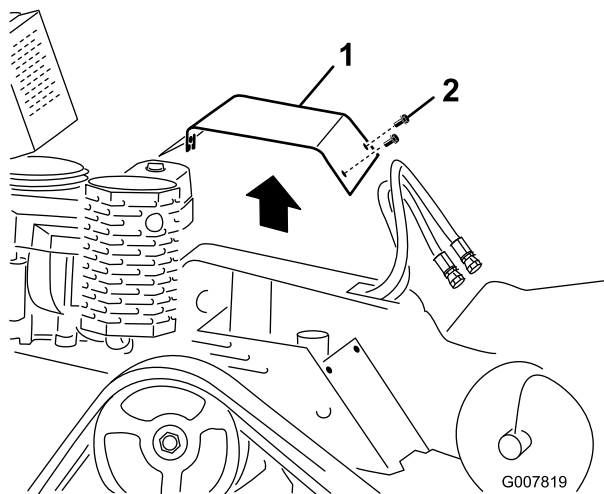

Figura 25
3. Retire los tres pernos que sujetan la cubierta al bastidor (Figura 25).
2. Coloque la cubierta en su sitio y sujétela con los tres pernos que retiró anteriormente (Figura 25).